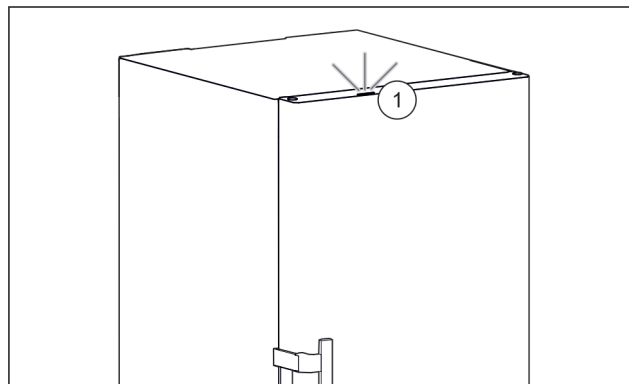

Fig. 56 Luz de estado activa con la puerta cerrada
- ▷ La luz de estado Fig. 56 (1) está activada.